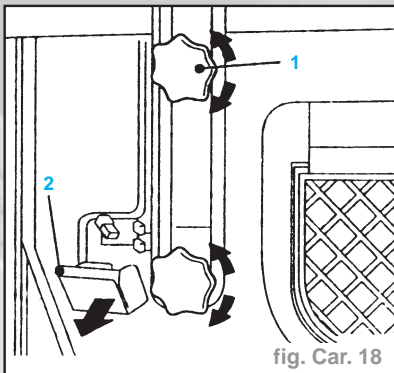
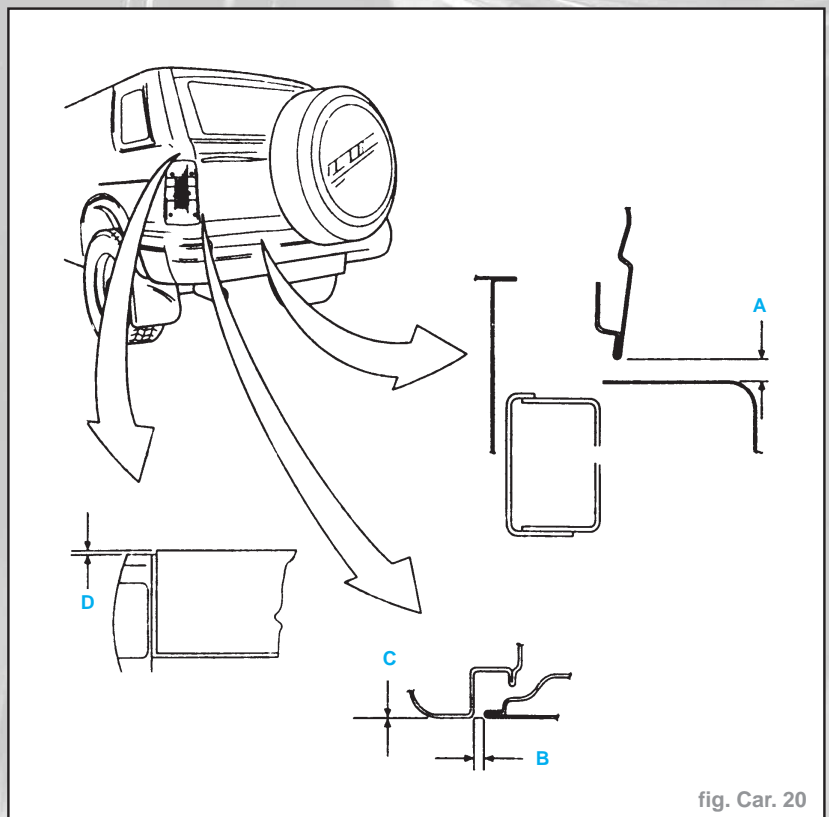

fig. Car. 18
fig. Car. 20
- la fiche du moteur de l'essuie-glace du faisceau de câbles de la porte à battants arrière - derrière habillage (2) - (fig. Car. 18).
- la vitre de la porte à battants arrière - quatre vis (1).
- la fenêtre sur porte à battants arrière - s'assurer que le panneau de revêtement de la fenêtre repose de façon correcte au-dessus du joint de la porte à battants, puis serrer les vis à la main (1) - (fig. Car. 18).
- la fiche du moteur de l'essuie-glace sur faisceau de câbles de la porte à battants arrière - revêtements (2).
- Mesures d'écartement porte à battants arrière (fig. Car. 20) :